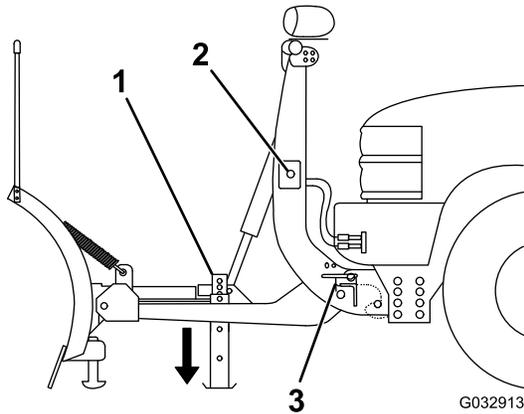

Figura 36
- Tire hacia fuera del cerrojo con muelle del soporte y baje el soporte, luego libere el cerrojo con muelle para sujetarlo (Figura 36).